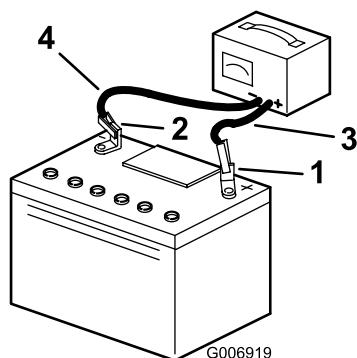

Figura 29
5. Scollegate i cavi del caricatore dai poli della batteria (Figura 29).